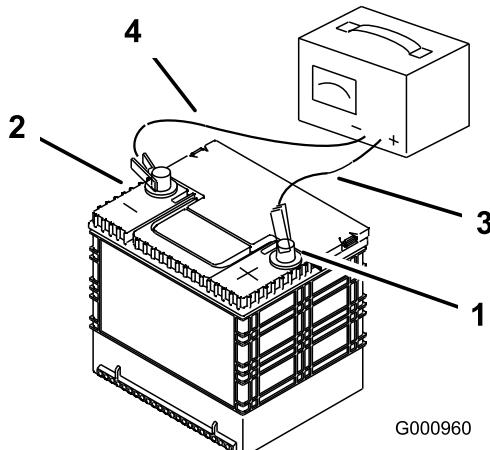

Figura 47
- Cuando la batería esté completamente cargada, desconecte el cargador de la toma de electricidad, luego desconecte los cables del cargador de los bornes de la batería (Figura 47).